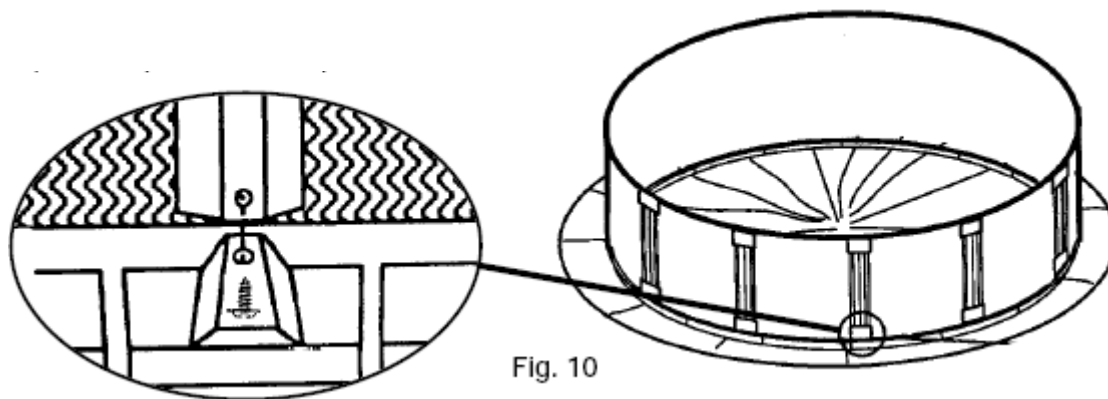

Fig. 10
6. Sätt i de lodräta pålarna (Bild 10 – bara för särskilda modeller):